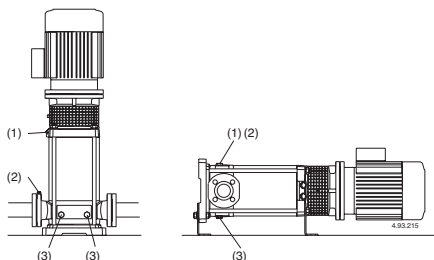

Fig. 4 (1) Llenado y purga
Con la **bomba por encima del nivel de agua** a elevar, (funcionamiento en aspiración, (**Fig. 3A**), o con una carga insuficiente, (inferior a 1 m) para abrir la válvula de retención, llenar el tubo de aspiración y la bomba a través del orificio (1) (**fig. 4**).
(2) Purga aspiración
(3) vaciado
Con el **nivel de agua en aspiración por encima de la bomba**, (funcionamiento bajo carga, **fig. 3B**), llenar la bomba abriendo lentamente y completamente la compuerta del tubo de llegada teniendo la compuerta de la impulsión abierta y también los agujeros de purga (1), (2) (**fig. 4**) para hacer salir el aire.
Cerrar los agujeros de purga (1), (2) (**fig. 4**), para MXV-B, MXV(L) 25-32-40 und MXV(L)4 25-32-40 Atornillar los tornillos tipo pasador (17.17) del tapón de vaciado (14.12) (**fig. 4b**), y cierre el orificio de purga (14.04).
Si se verifica una pérdida del cebado, (interrupción en el flujo de impulsión, estando las compuertas abiertas), o si se nota una oscilación de la presión indicada en el manómetro, repetir el purgado del lado aspiración (2) verificar que todas las juntas del tubo de aspiración estén perfectamente herméticas y cerrar el tornillo de cebado (2), y los tornillo de vaciado (3) en el lado de aspiración (**fig. 4**).
Posiblemente, como el caso de empleos temporales con líquidos sucios, hacer funcionar brevemente la bomba con agua limpia para remover los depósitos. O bien, después del vaciado proseguir con un lavado metiendo agua (al menos 40 litros) en el agujero de llenado (1) lado impulsión y dejándola salir por el agujero de vaciado (3) lado aspiración (**fig.4**).
Antes del desmontaje desconectar el cable de la caja bornes, cerrar las válvulas en aspiración e impulsión y vaciar el cuerpo bomba, (fig. 4)